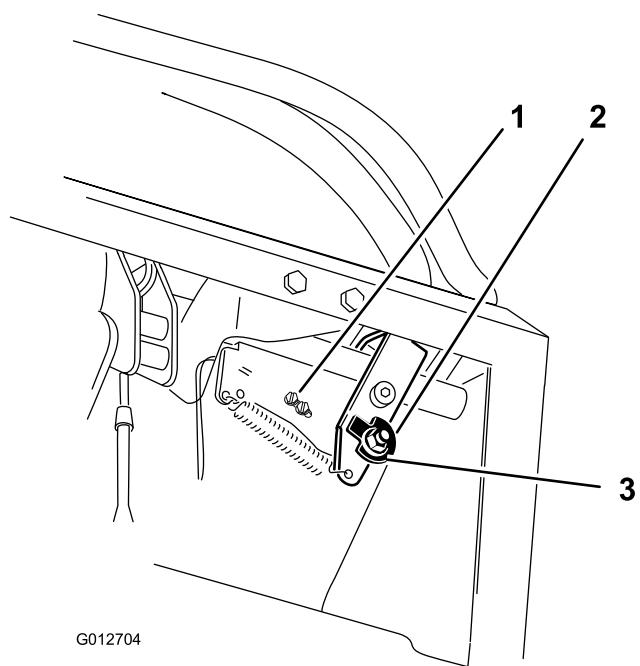
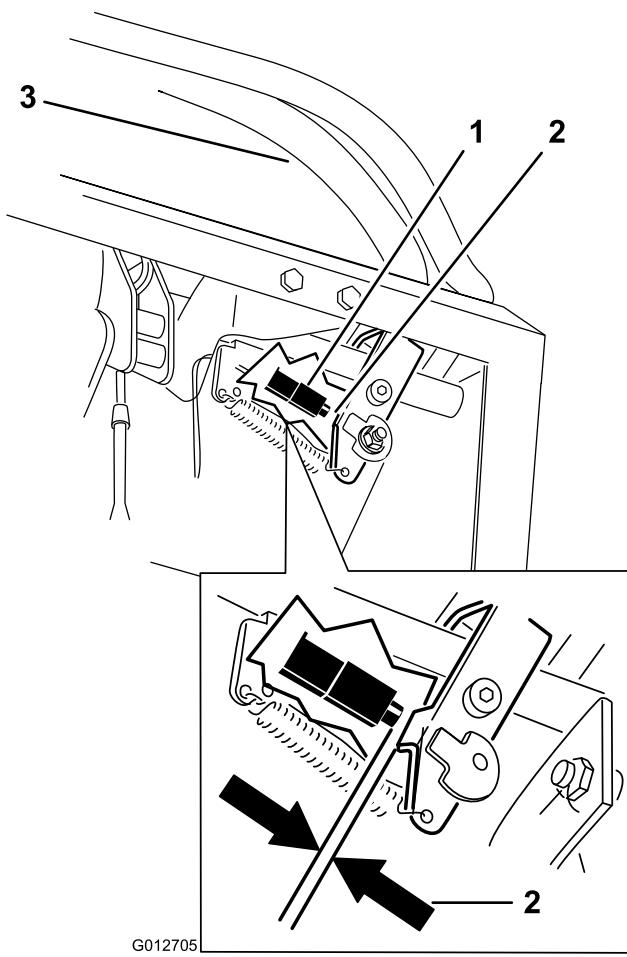

図 70
図 71
- カムを固定しているナットをゆるめる（図 70）。
- 図 71 に示されている、コントロールレバーとスイッチとのすき間を点検する。右側コントロールレバーがニュートラル位置でロック解除された状態で、すきまが 3mm あることが必要である。
- 必要に応じてスイッチを固定しているネジをゆるめてスイッチの位置を調整する（図 70 と図 71）。